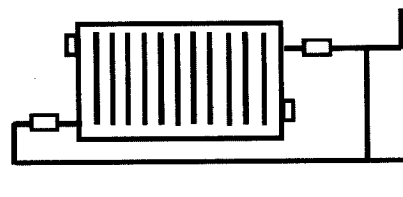

Рис. 4 Для однотрубных систем
3.5. Для радиаторов длиной более 1400 мм рекомендуется использовать схему подключения по диагонали или снизу с двух сторон для достижения максимально возможной теплоотдачи (рис. 4).